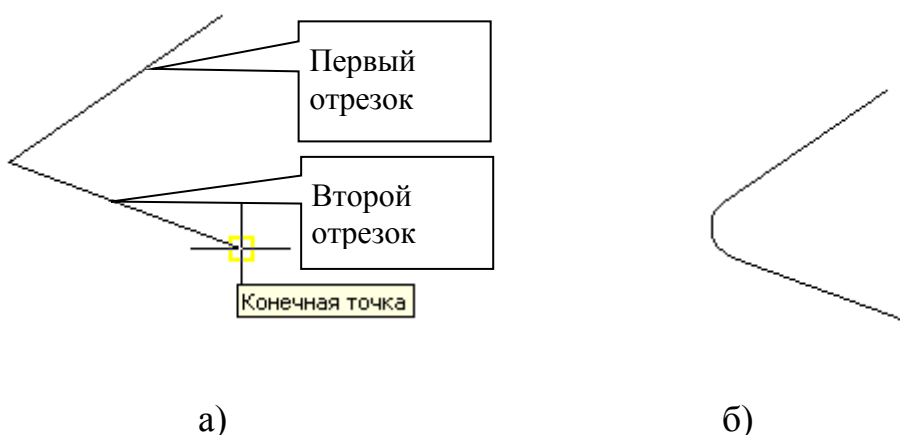

Рис. 3.2 Сопряжение двух пересекающихся прямых
3.1.2 Сопряжение двух пересекающихся прямых (Рис. 3.2 а).